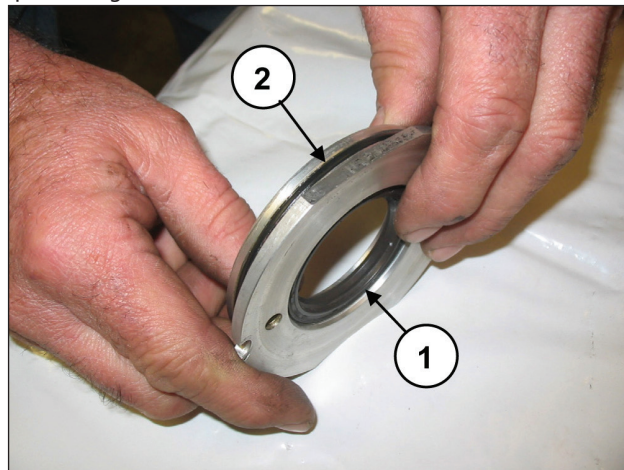

Fig. 130
Sostituire il paraolio (pos. ①, Fig. 130) e l'O-ring esterno (pos. ②, Fig. 130).